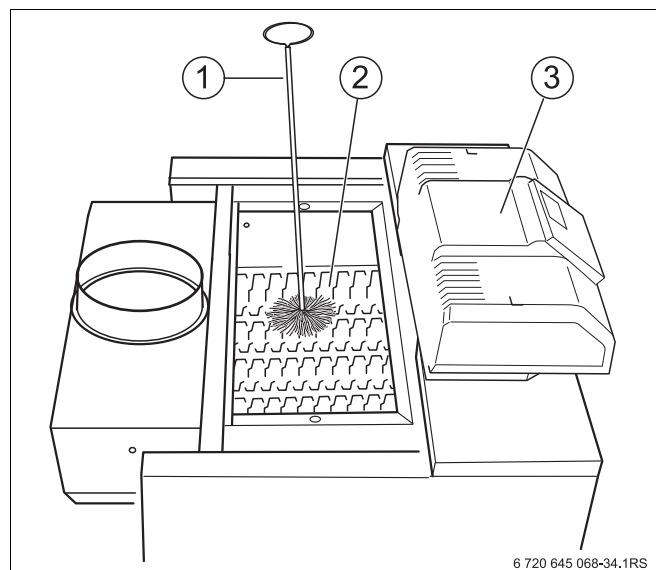

Рис. 39 Чистка газоотводящих каналов
- Снять крышку для чистки коллектора дымовых газов (Рис. 39, **поз. 2**).
- Прочистить газоотводящие каналы щеткой для чистки (Рис. 39, **поз. 1**).
- Удалить крышку для чистки с коллектора дымовых газов (Рис. 39, **поз. 2**).